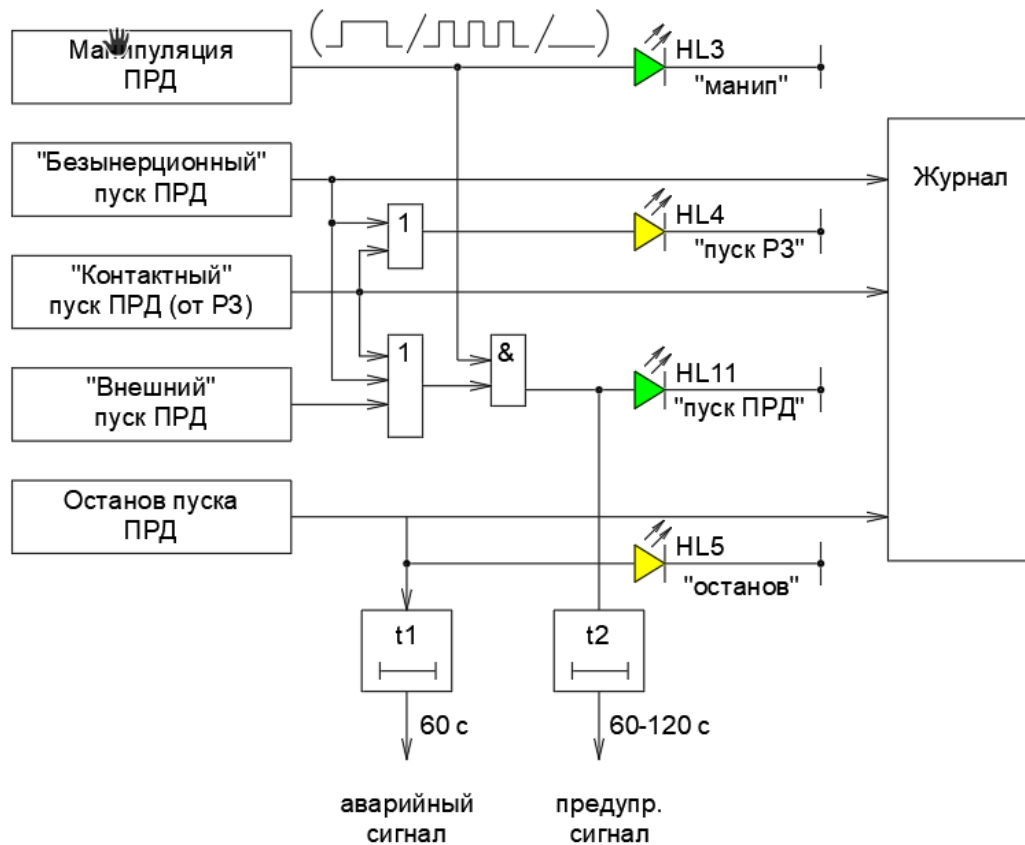

Рисунок 8.5.1 - Алгоритм сигнализации основной функции ПРМД
**Сигнализация основной функции** (обслуживание релейного терминала) реализуется по следующему алгоритму (рисунок 8.5.1).